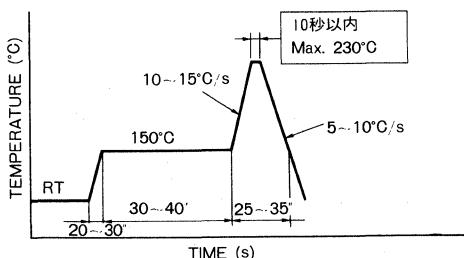

Fig. 15
1) ハンダリフロー法による場合。Fig. 15に示す温度プロファイルを目安としてご使用願います。
(6) Soldering
- When you use solder reflow method, use the temperature profile show in Fig. 15 as a guideline.